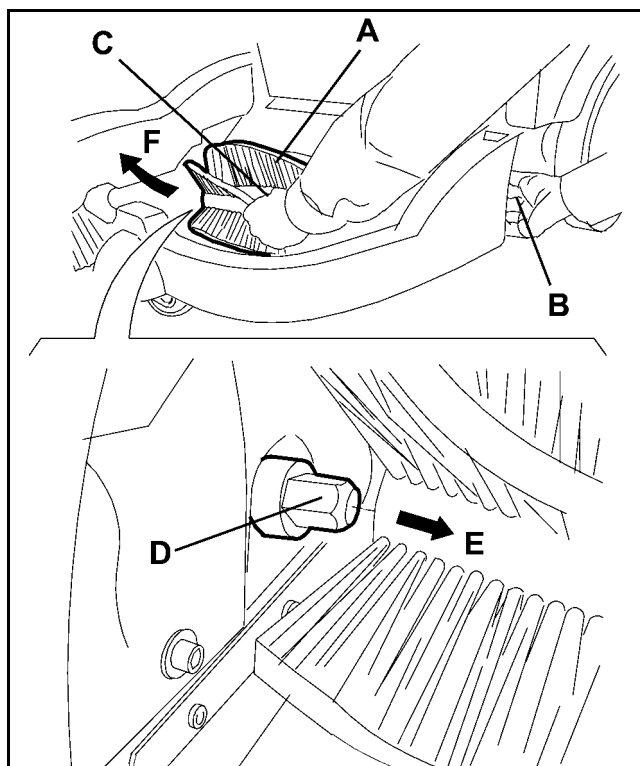

Figure 15
6. Saisir le balai central (A, Fig. 15) aux points (B) et (C), puis le détacher du moyeu d'entraînement (D) en le tirant dans le sens de la flèche (E) ; enfin, le tirer dans le sens de la flèche (F) pour le déposer.
7. Préparer le nouveau balai central pour l'installation, en le positionnant avec l'inclinaison des rangées des poils (A), comme indiqué dans la figure.